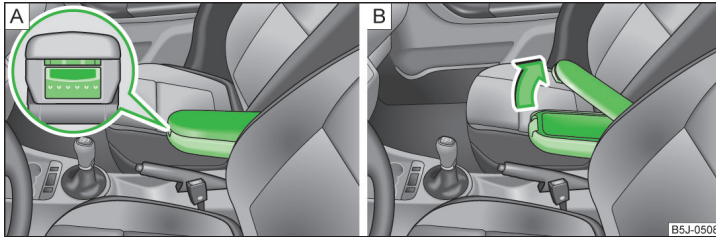

Abb. 88 Armlehne: Ablagefach / Ablagefach öffnen
- Die untere Taste an der Stirnseite der Armlehne drücken » Abb. 88 - **A**.
- Die obere Taste drücken und den Deckel des Ablagefachs nach oben klappen » Abb. 88 - **B**.